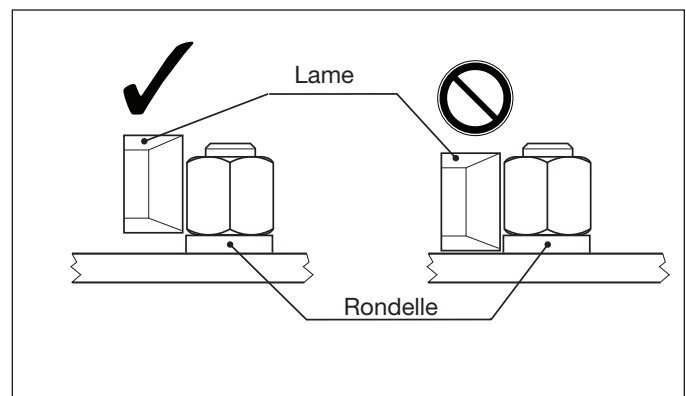

Figure 9, Position de la lame
7. S'assurer que le dessous de la tête de coupe soit bien callé contre la bride, car la lame doit couper aussi près de la base de l'écrou que possible. Cependant, en cas de présence d'une rondelle sous l'écrou, placer le casse-écrou de manière à ce que la lame de coupe n'entre pas en contact avec cette rondelle. Voir figure 9.